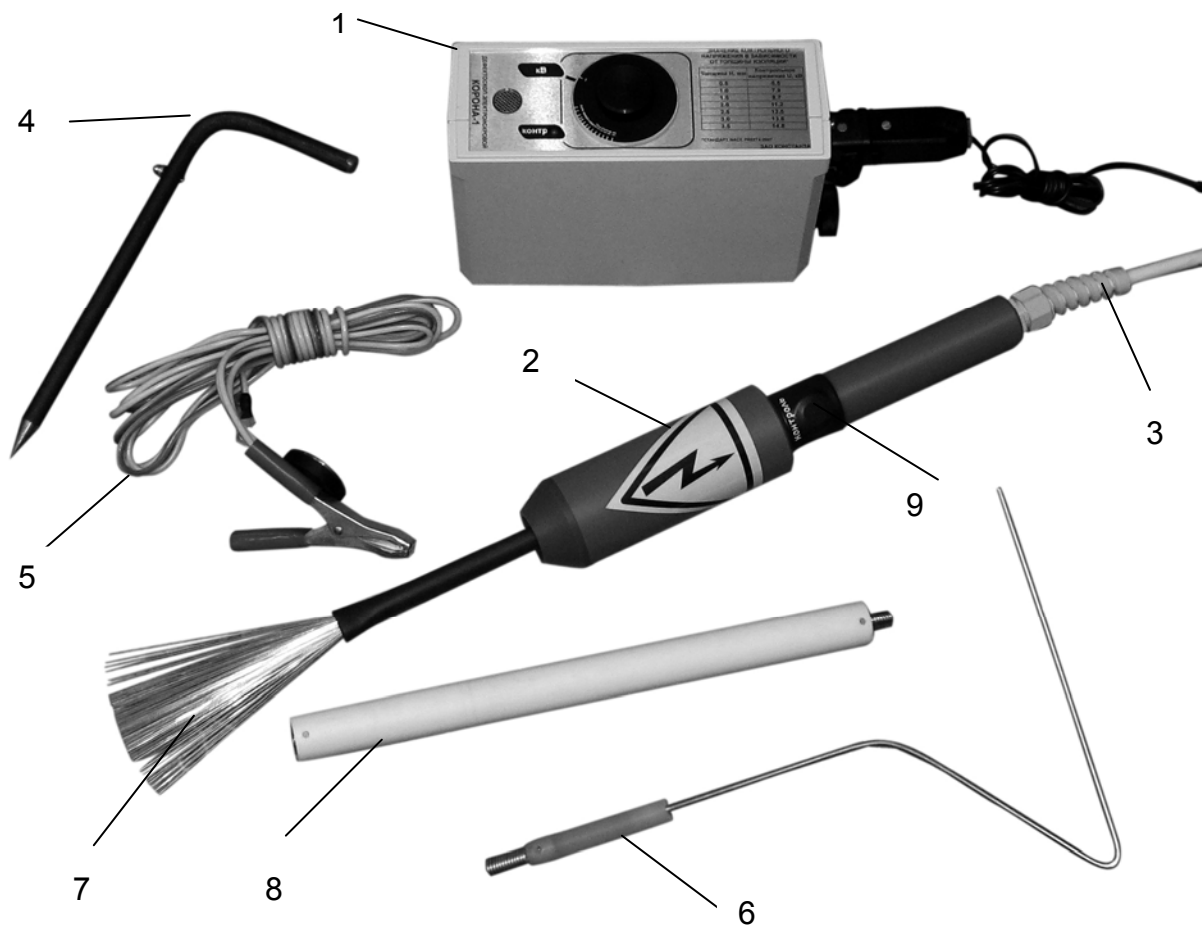

Рис. 1. Общий вид прибора
5.2 Общий вид прибора приведен на рис. 1.